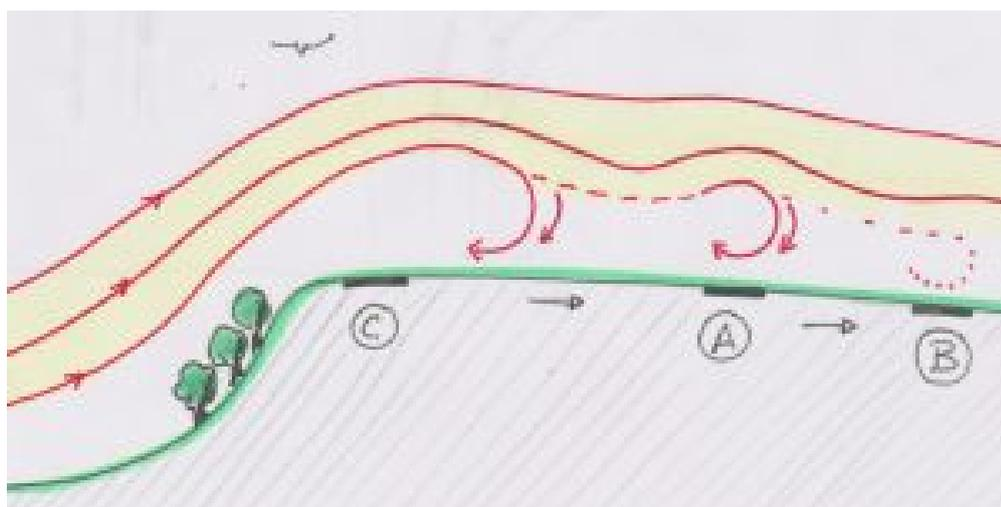

fig.11
- **Alors ou poser ?** (fig11) La brise casse après le seuil de pente, juste derrière le seuil (C) c'est calme plus loin le rouleau se resserre (A) et...50 m plus loin (B) le rouleau s'est effacé en dérivant.
- Poser face au vent dans la rafale en reculant derrière le rouleau (B)
- En (A), l'atero (face au vent comme vent de travers) est chahuté dans la survente, il vaut mieux attendre qu'elle se calme pour poser quand le rouleau se desserre.
- Poser vent de travers juste derrière le seuil de pente (C) dans la zone calme ou le rouleau reste large est préférable même dans la rafale : en finale la pente d'approche sera plus régulière, le planeur moins soumis aux variations de vitesse plus facile à piloter.